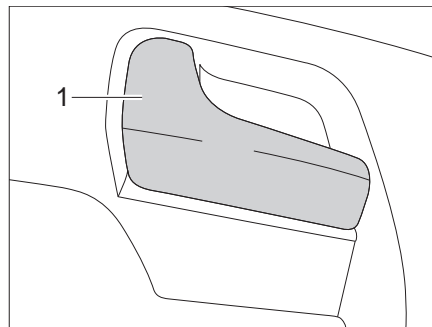

Bild 45 Türschloss Fahrertür, innen
- Am Griff (Bild 45,1) ziehen. Das Türschloss wird entriegelt.